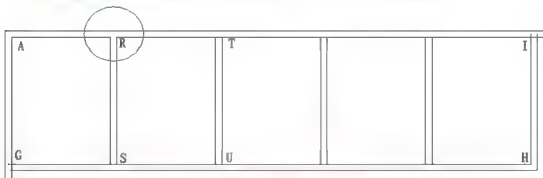

图 2.44 打开多线的 T 形接头
② 在选择第一条多线:提示下,单击选择 RS 线临近 AI 线处。
③ 在选择第二条多线:提示下,单击选择 AI 线临近 RS 线处,则 RS 和 AI 线相交处变成如图 2.44 所示的状态。
(3) 用同样的方法编辑其他的 T 形接头处,打开所有 T 形接头。